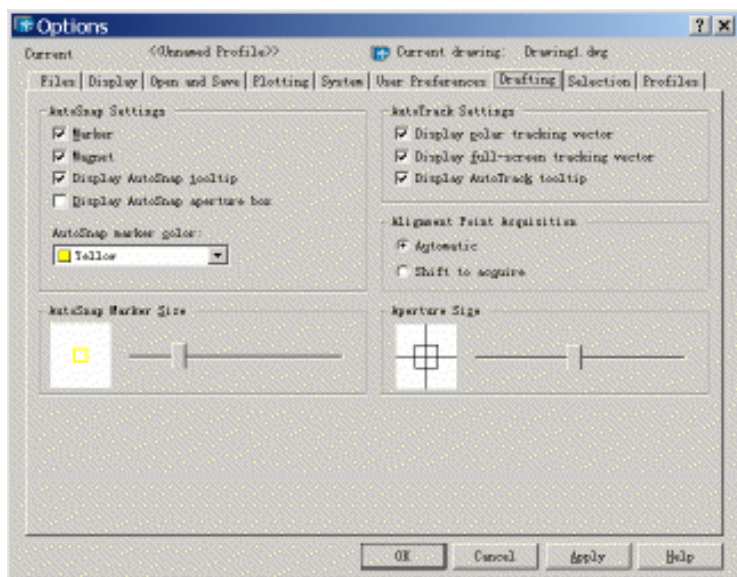

图 1.6 设置对象捕捉
(6) 设置对象捕捉标记颜色和大小。选择【Tools (工具)】|【Options (选项)】命令打开 Options 对话框,然后单击 Drafting (草图)选项卡,如图 1.6 所示,在其中可以设置 AutoSnap marker color (自动捕捉标记颜色)和 AutoSnap Marker Size (自动捕捉标记大小)。系统默认的标记颜色是黄色,因为我们已经将背景色设置为白色,所以最好将标记颜色改成与背景反差大的蓝色,标记大小一般不需要改动。最后单击 OK 按钮确认。